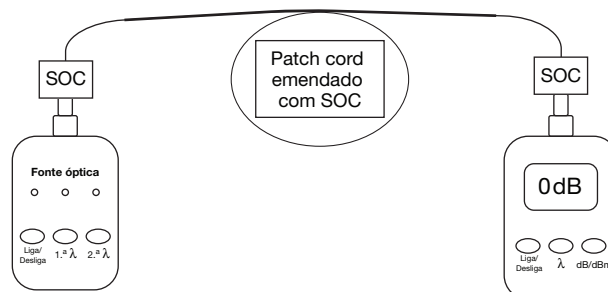

Figura 5
9. Troque o “patch cord de fibra” pelo “patch cord emendado com SOC”. A leitura do medidor de potência deve ser 0 dB MAIS a perda na emenda permitida X2. Vide a Figura 5.